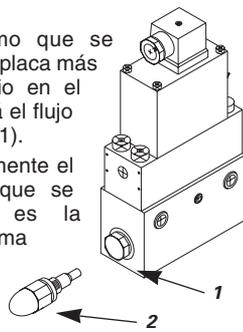

Figura 5
1. Retire el extremo que se enchufa de la subplaca más cercana al orificio en el cual se controlará el flujo (ver figura 5, No. 1).
2. Atornille manualmente el restrictor hasta que se detenga, esta es la posición de máxima restricción de flujo (ver figura 5, No. 2).